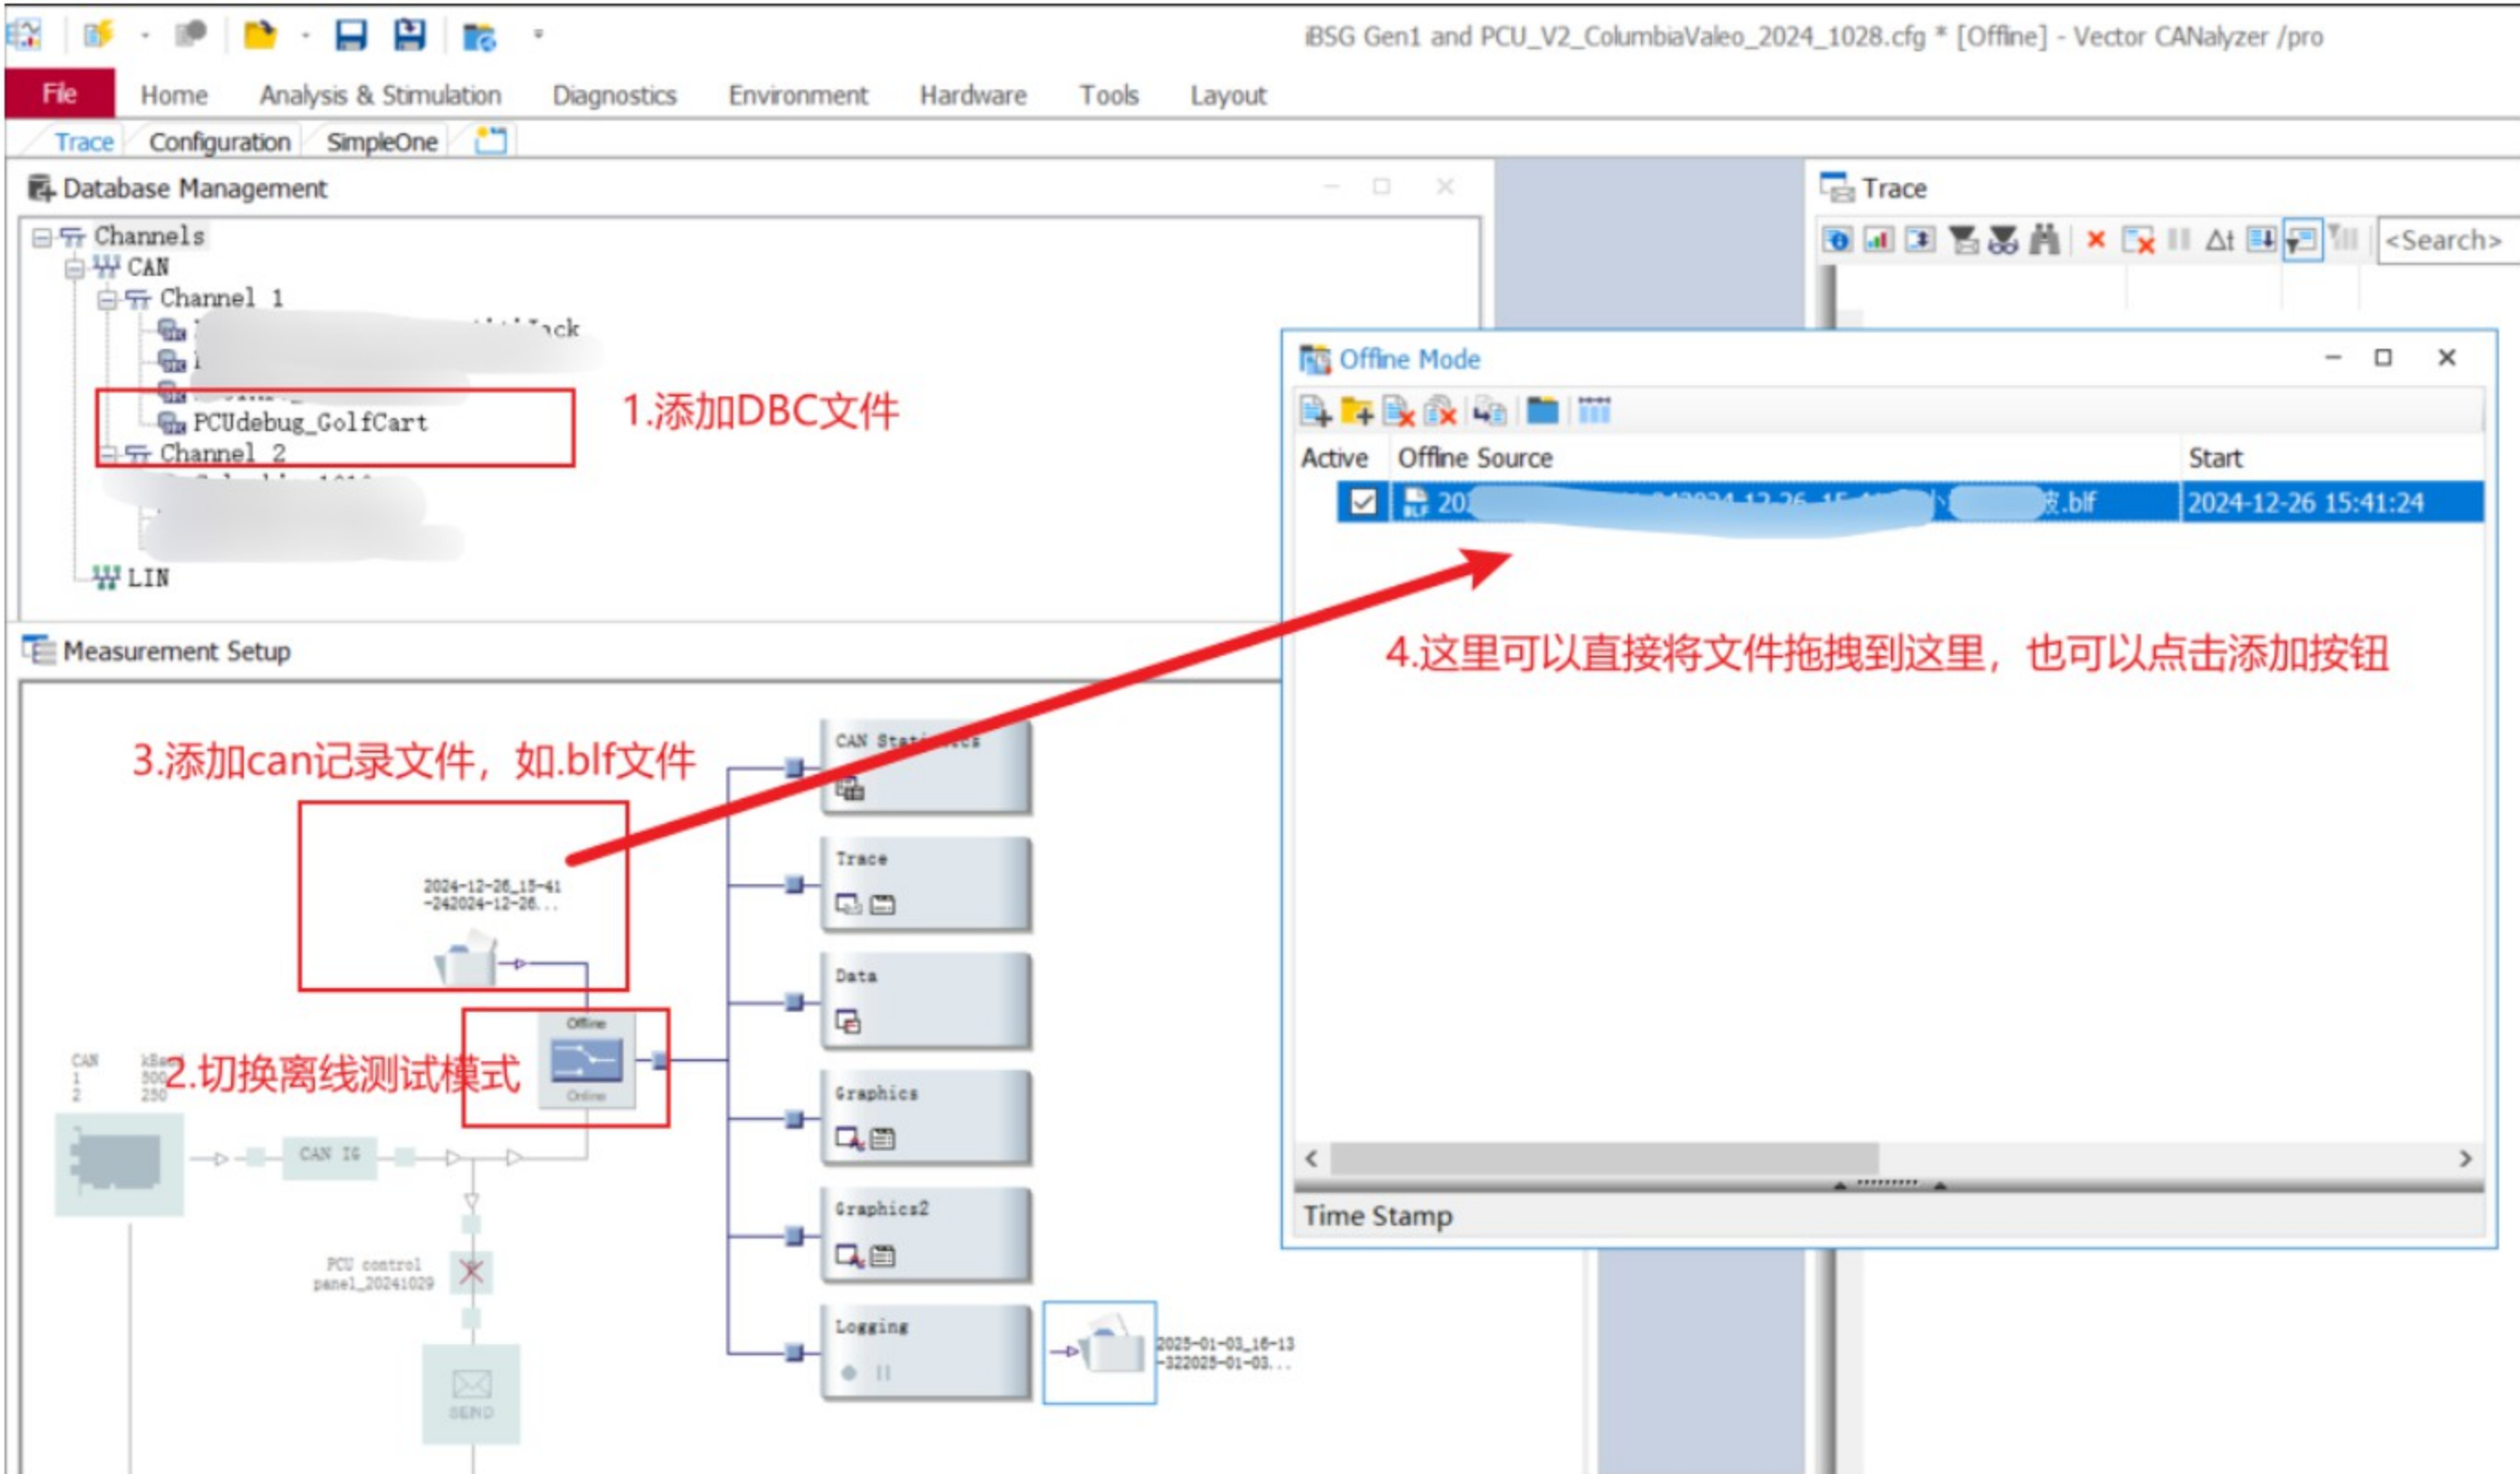

图1
- 1.连接Vector can盒子+，打开Canalyzer软件，如图1操作，添加.blf文件（也可以是其他类型的can记录文件）；